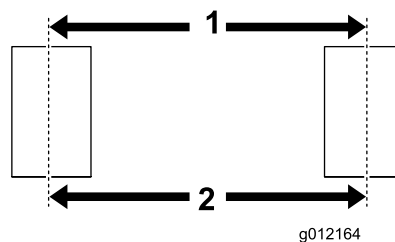

Figura 4
- Misurate la distanza interasse all'altezza del mozzo della ruota, sulla parte anteriore e posteriore degli pneumatici (Figura 4).